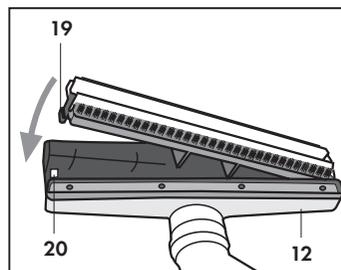

Fig. 17
Per applicare alla parte universale (12) la spazzola desiderata è sufficiente appoggiare la prima alla seconda e premere sino all'aggancio della levetta (19) posta sulla spazzola nell'apposita fessura (20) sulla parte universale. (Fig.17)